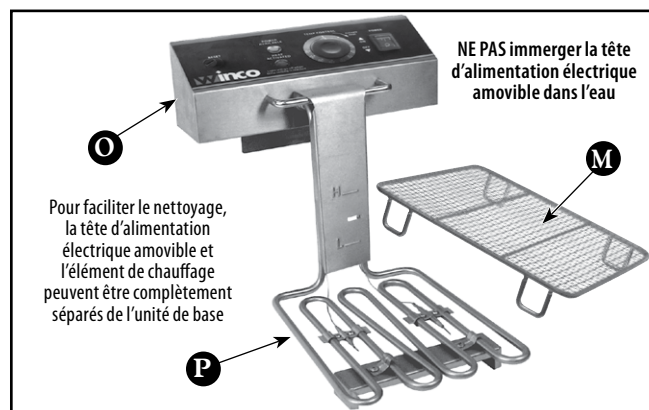

Figure 7. Préparation au nettoyage de l'unité
4. Retirez la tête d'alimentation électrique (O) et le couvert d'élément en treillis métallique (M). (Figure 7)